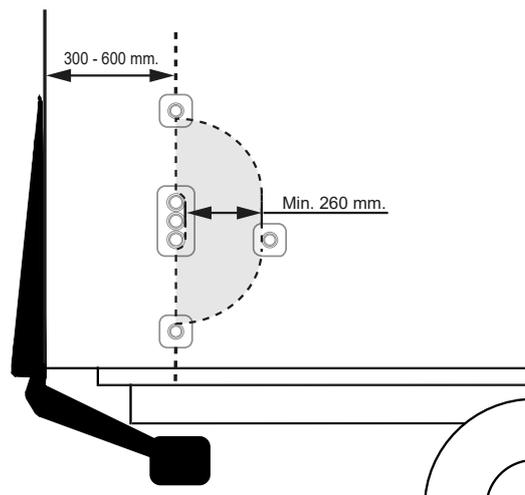

Abbildung 28. Montage einer Bedienvorrichtung für den Zweihandbetrieb.
2. Der Abstand zwischen der Hinterkante des Fahrzeugs und Mitte der Bedienvorrichtung muss 300-600 mm betragen. Der Abstand zwischen Bedienvorrichtungen muss mindestens 260 mm betragen. Siehe Abbildung 28.